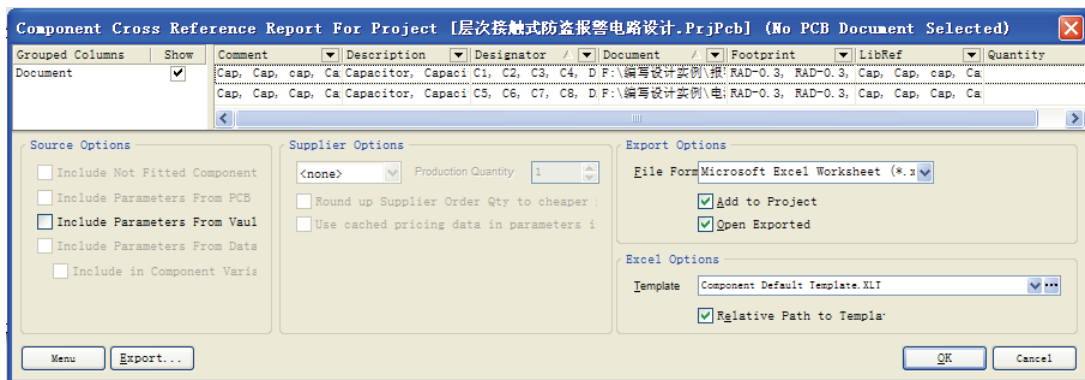

图 8-22 元件交叉引用报表管理器对话框
(1) 打开设计项目“层次接触式防盗报警电路设计.PrjPcb”,并打开相关原理图。
(2) 执行菜单命令【Reports】→【Component Cross Reference】,系统扫描设计项目的所有文件,生成元件交叉引用报表,并打开报表管理器对话框,如图8-22所示。